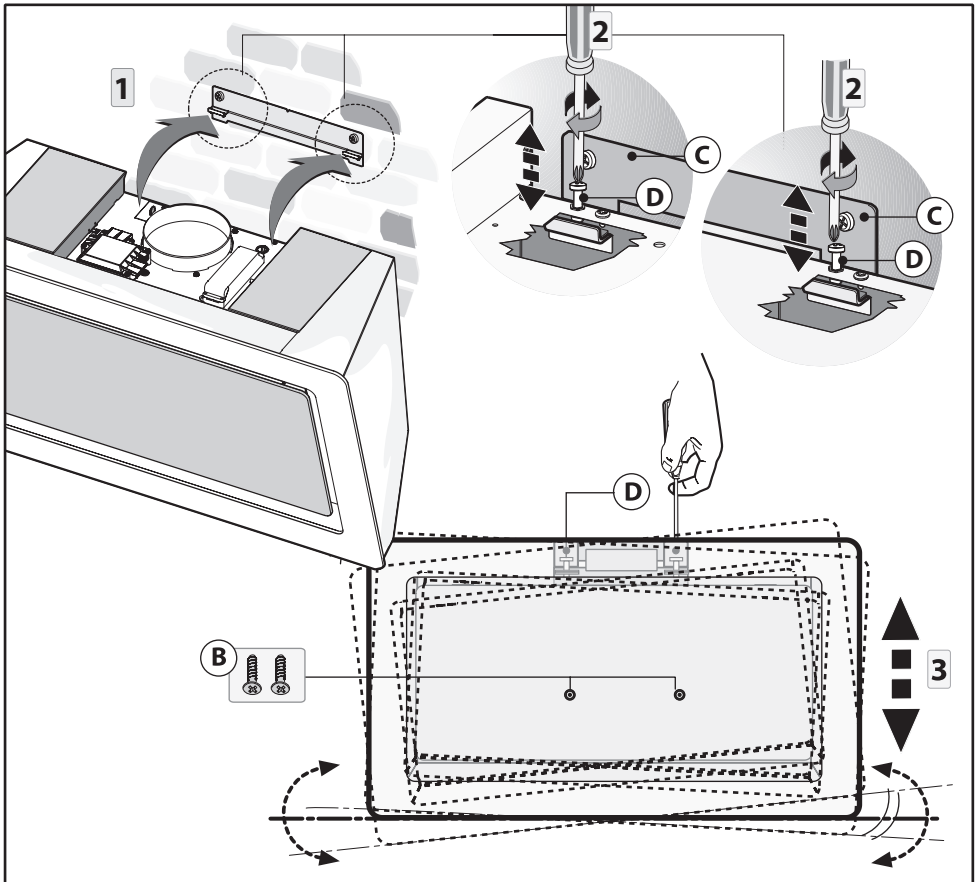

Fig.4
- Fare attenzione che le 2 viti di livellamento **D** non siano serrate (fig.4).